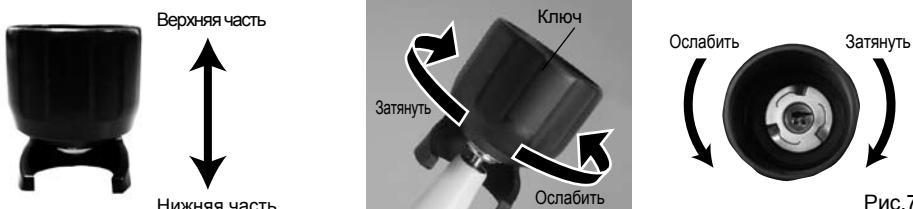

Рис.7
- 2) Установите ключ на насадку через отверстие в нижней части ключа. Совместите четырехгренное основание насадки с четырехгранным отверстием в ключе. Закрутите по часовой стрелке до щелчка. (Рис.7) Не вращайте шнур наконечника.